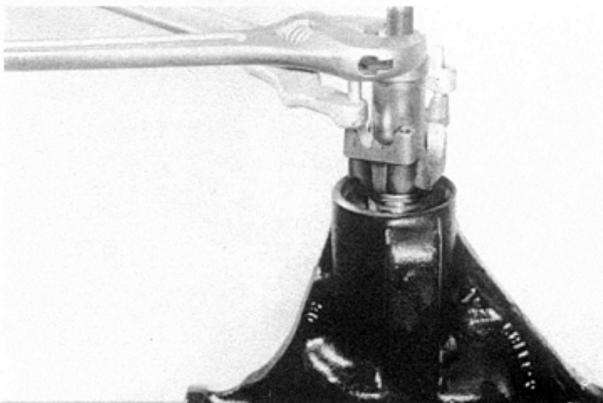

Fig. 37 - Instalação do garfo terminal com a ferramenta.
- Para a montagem do terminal usar o dispositivo mostrado na (Fig. 37).